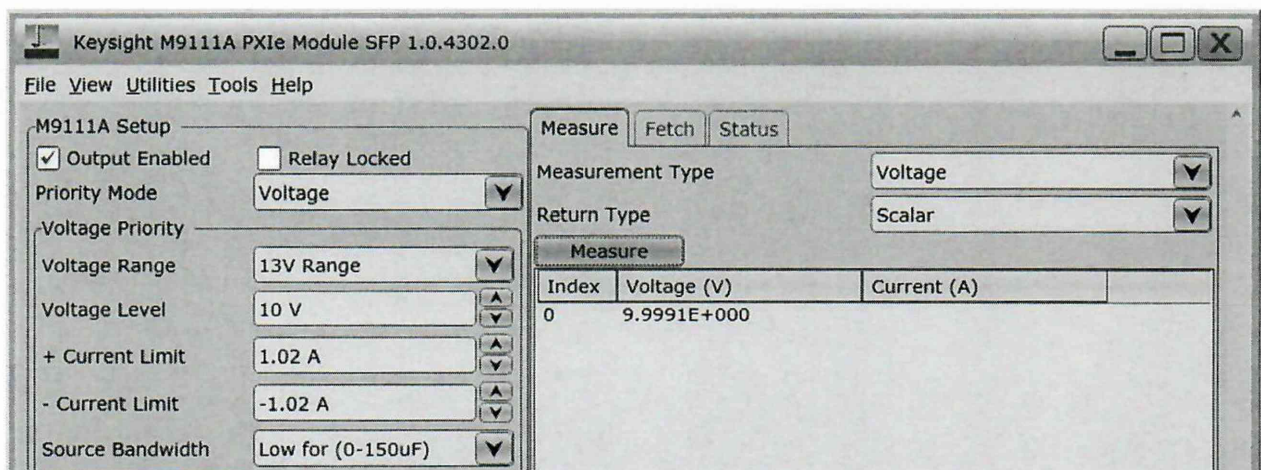

Рисунок 8 – Виртуальная панель управления прибором
- значения напряжений устанавливать в поле «Voltage Level», значения силы тока – в поле «Current Limit» (см. рисунок 8); в поле «Priority Mode» выбрать «Voltage»;
- абсолютную погрешность воспроизведений напряжения постоянного тока определить по формуле (4):